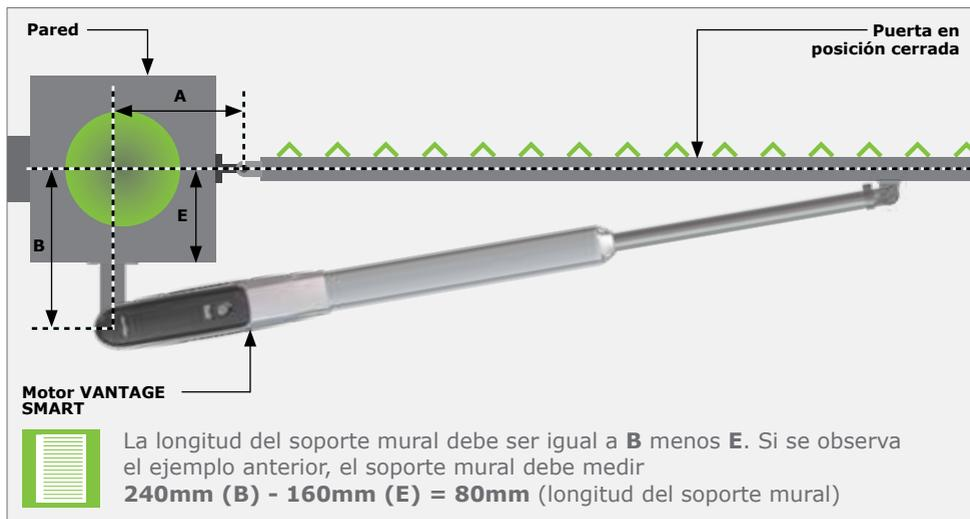

FIGURA 18. POSICIÓN DEL SOPORTE - PUERTA CON APERTURA HACIA EL INTERIOR
La Figura 18 muestra los valores correspondientes a las Tablas de Instalación de apertura hacia el interior.
1. Consulte la Figura 18 anterior.